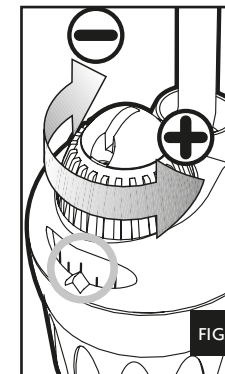

FIG. 4
- Turn the blue control knob until the desired temperature shows up in the scale window (fig. 4). Leave the heater to stabilise for about one full day and check the temperature of the water with a precision thermometer.
- Tourner le bouton de réglage jusqu'à ce que la valeur choisie soit en face du point de repère (fig. 4). Laisser fonctionner pendant 24 heures. Prendre la température avec un thermomètre de précision.
- 3- draai de blauwe draai-regelaar om het gewenste water temperatuur te kiezen (afb. 4). Laat u de staafverwarming minimaal gedurende 24 uren draaien, controleer dan het watertemperatuur doormede een precisie thermometer.
- 3- Gire el botón de regulación hasta que el valor seleccionado esté frente al punto de referencia (fig. 4) Déjelo funcionar durante 24 horas. Tome la temperatura con un termómetro de precisión.